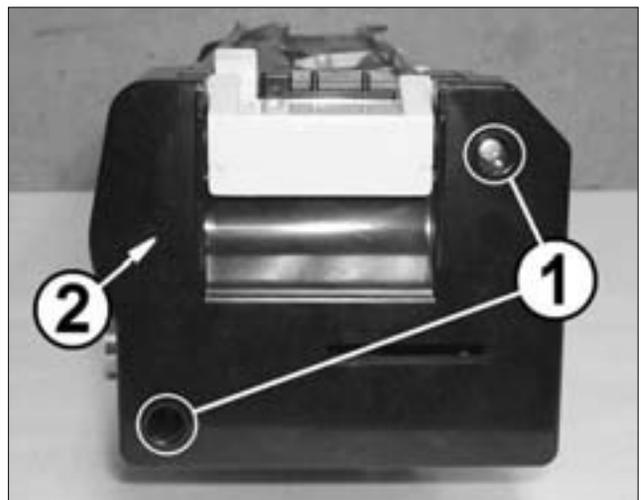
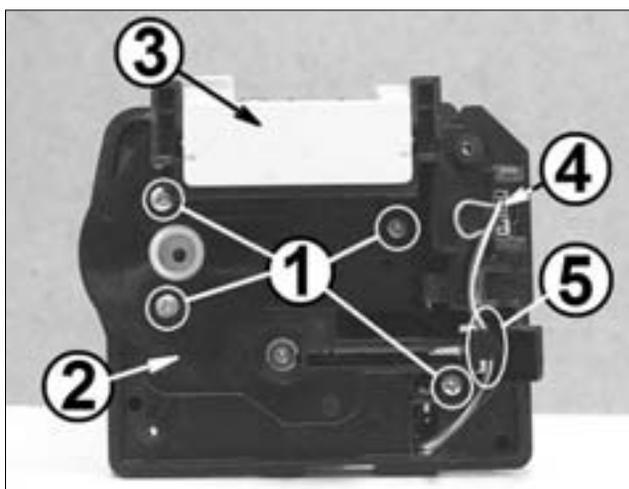

Рис. 1
Рис. 3
1. Располагают копи-картридж рычагом фиксации в устройстве к себе, ручкой переноски вверх. Откручивают два самореза (1 на рис. 1), снимают боковую крышку (2) с картриджа и освобождают провода датчика тонера из пазов прокладки (5 на рис. 3), расположенных на его боковине.